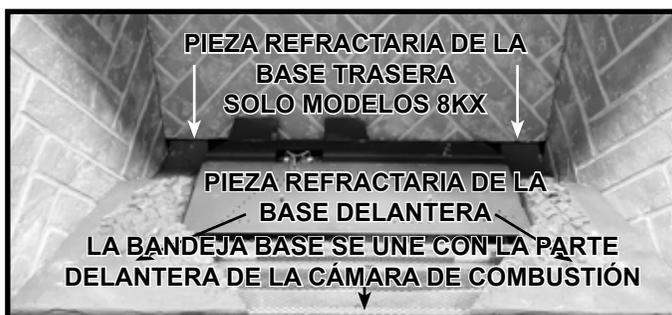
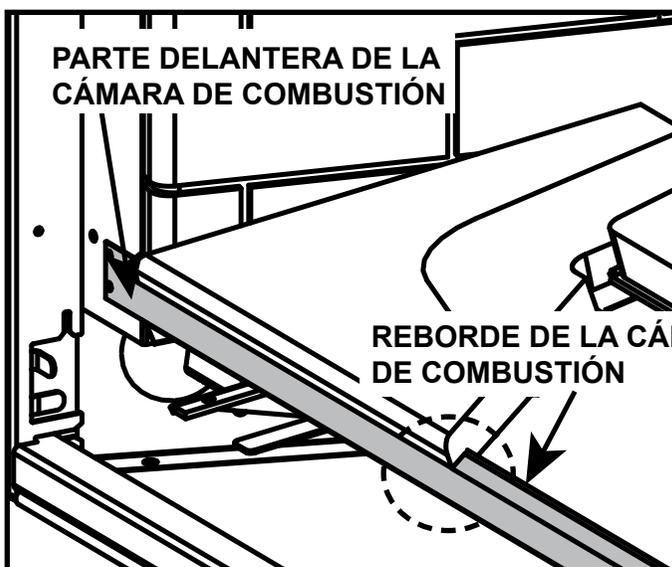

Figura 11.8 Solo modelos 8KX: Piezas refractaria de la base trasera instalada
Figura 11.9 Pieza refractaria de la base delantera instalada
- Antes de colocar la pieza refractaria de la base, asegúrese de que la bandeja base esté centrada de izquierda a derecha y colocada lo suficientemente hacia adelante como para que entre en contacto con la parte delantera de la cámara de combustión, como se indica en la Figura 11.8. Coloque las dos piezas refractarias de la base delantera como se muestra en la Figura 11.8. Asegúrese de que el perfil del panel refractario encaje en el borde de la cámara de combustión como se muestra en la Figura 11.9.